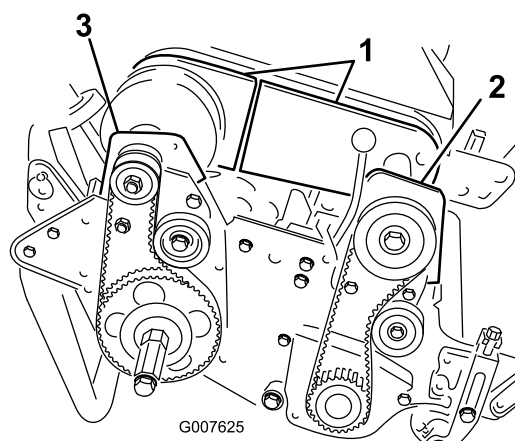

Figura 35
4. Retire los pernos que sujetan las secciones delantera y trasera de la cubierta del diferencial al alojamiento del diferencial, y separe las secciones para dejar expuesta la correa (Figura 35).
6. Retire los 2 pernos y contratuercas que sujetan el alojamiento delantero del embrague a la chapa lateral (Figura 35).
8. Retire los 2 pernos y contratuercas que sujetan el alojamiento del cojinete trasero derecho a la chapa lateral (Figura 35).